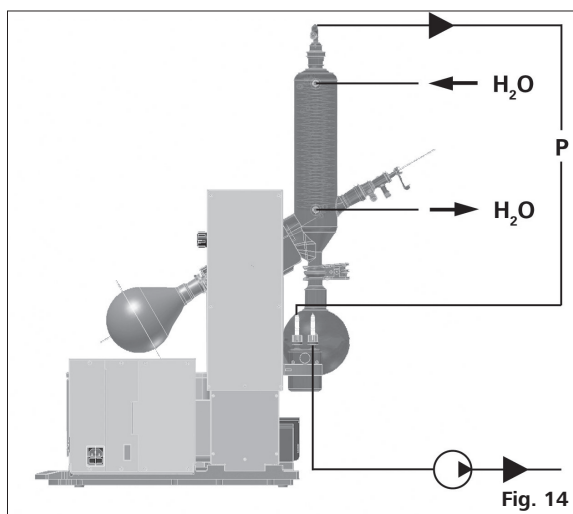

Fig. 14
- ☞ 按照逆流原理将水管连接于冷凝管 (Fig. 14)；